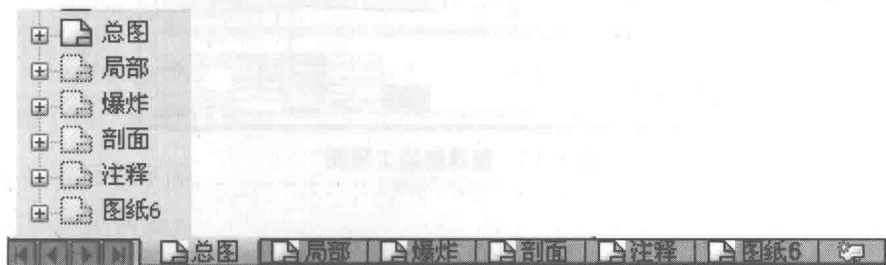

图 1-8 默认图纸顺序
2. **默认图纸顺序** 工程图是按创建的先后顺序排序的。它们的名字出现在 FeatureManager 里，并且显示于图形窗口的底部，排列成类似 Excel 的工作表风格，如图 1-8 所示。要激活一张图纸，只需要